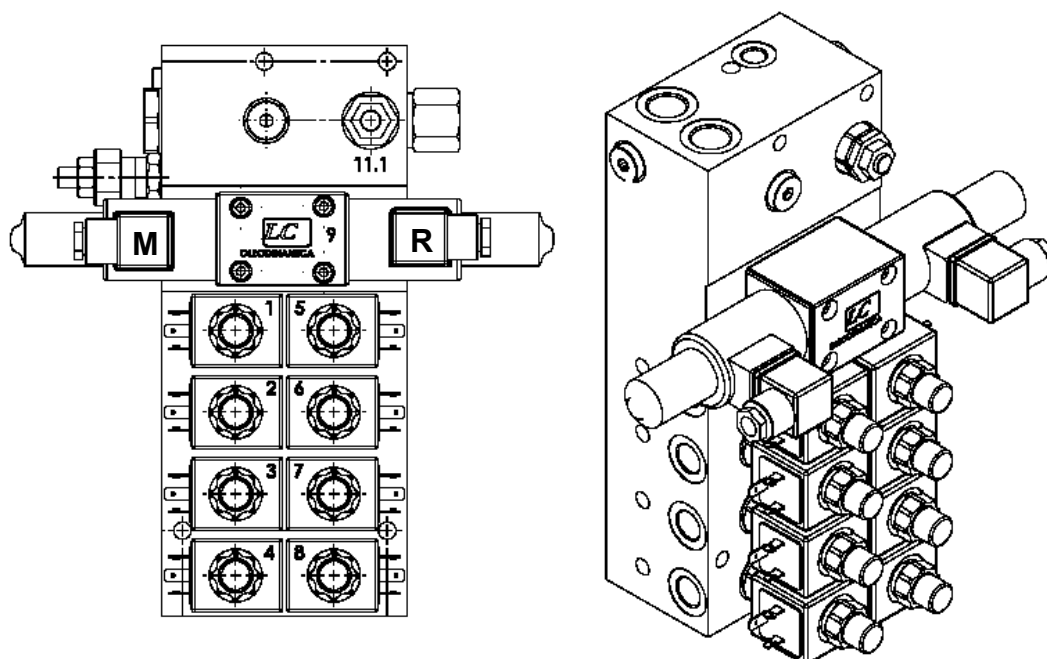

Figura 3– Deviatore elettrico piedi/gru
- mentre il deviatore è attivato, deve essere attivato uno dei cassettei che abilitano la chiusura (ritorno, “R” in figura 3) e l'apertura (mandata, “M” in figura 3) dei cilindri. Per attivarlo, rimuovere il cappuccio di gomma e, analogamente a quanto fatto per il deviatore, muovere il cassetto tramite un cacciavite a croce (o un altro attrezzo idoneo)